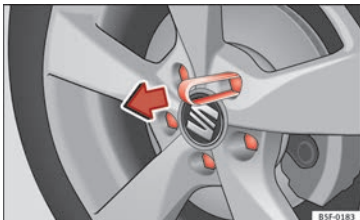

Bild 60 Dra av hjulbultslocket
- Sätt plastclipset (fordonsverktygen) över locket tills det klickar fast » **bild 60**.